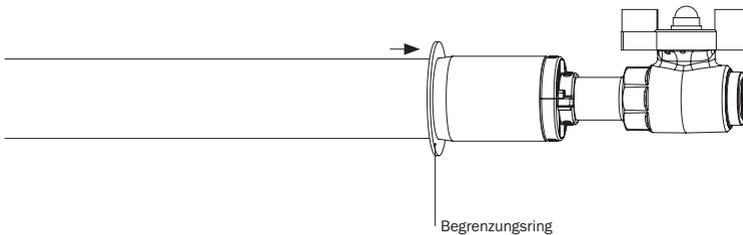

Abbildung 25.9: Positionierung Begrenzungsring
- Begrenzungsring über Gashauseinführung soweit wie möglich nach oben schieben (s. Abbildung 25.9).